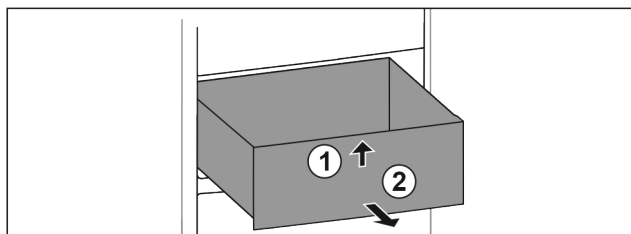

Fig. 68
- ▶ Ridicați sertarul în față. Fig. 68 (1)
- ▶ Extrageți sertarul spre înainte. Fig. 68 (2)